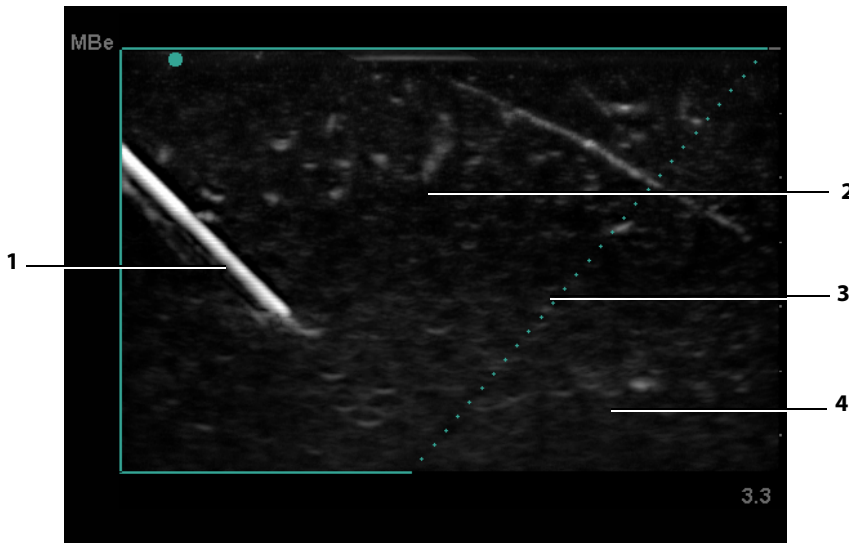

图 2: 开启 MBe 的图像 (线性换能器)
- 请注意线性结构仅在图像的轮廓部分得到增强。轮廓以外的区域将保持不变。（请参阅图 2。）
多波束成像增强 (MBe) 开启 **SonoMBe** 成像，可以在选择的角度范围内增强线性结构并在导管置放和神经阻滞程序中帮助对针的引导。三侧或四侧轮廓表明受影响的区域。（请参阅图 2。）